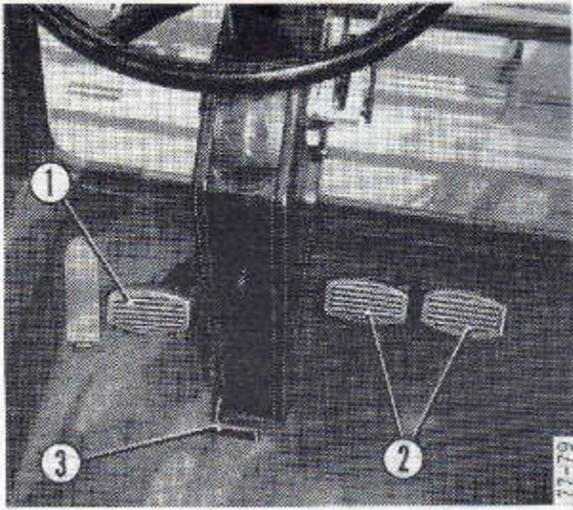

Fig. 19
**Pédale d'embrayage (1 fig. 19)
**Transmission hydrostatique (1 fig. 19)**
**Pédales de frein (2 fig. 19)**
**Inclinaison du volant de direction (3 fig. 19)**